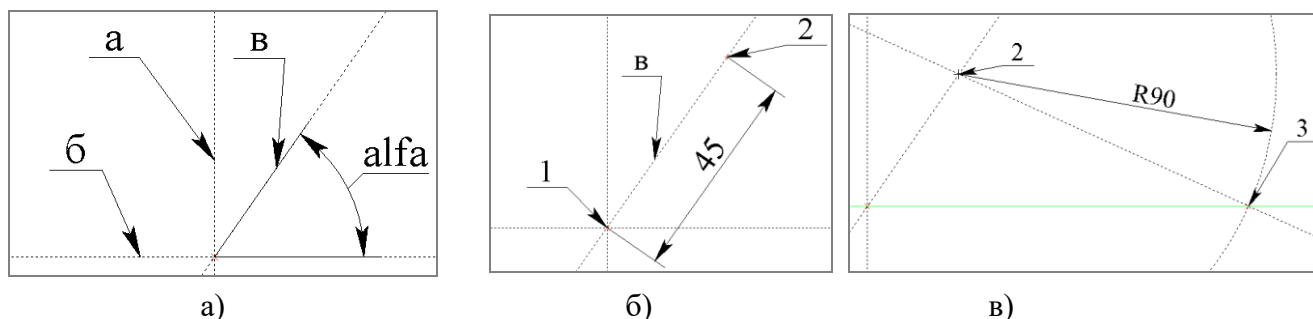

Рисунок 13 – Порядок построения кривошипно-ползунного механизма
2.2.1 Постройте две перпендикулярные прямые «а», «б» и наклонную прямую «в», проходящую через узел их точки пересечения (рисунок 13а). При построении наклонной прямой в окне свойств в качестве числового значения вставьте предварительно созданную внешнюю переменную «alfa».
2.2.2 Постройте узел (2) отстоящий от узла (1) на расстоянии 45 мм по прямой «в» (рисунок 13б). Порядок выполнения: Вызвать команду  (Построить|Узел), выбрать узел (1), указать прямую «в», в окне свойств указать
2.2.3 Постройте окружность радиусом 90 мм с центром в узле (2) и создайте линию построения, проходящую через узел (2) и узел (3) пересечения построенной окружности с горизонтальной прямой (рисунок 13в).